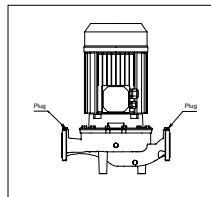

РИС. 4: Для проверки наполнения насоса требуются заглушки.
- a) удалите заглушку/шестигранную пробку, расположенную на верху корпуса насоса (РИС. 4);